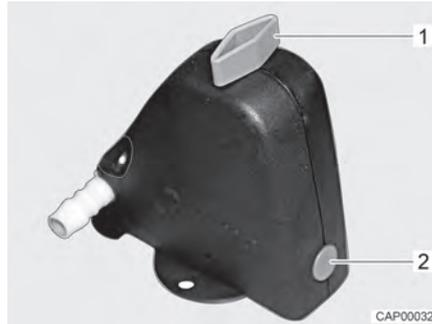
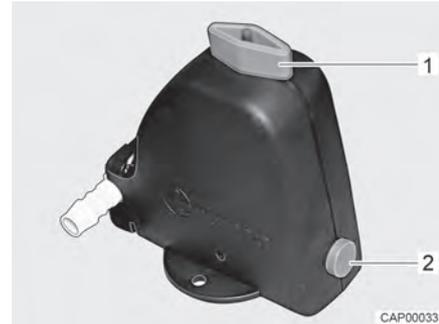

Bild 141 Sicherheits-/Ablassventil geschlossen
Bild 142 Sicherheits-/Ablassventil geöffnet
- Sicherheits-/Ablassventil (Bild 141) öffnen. Dazu Drehknopf (Bild 141,1) längs zum Sicherheits-/Ablassventil drehen. Der Druckknopf (Bild 141,2) springt heraus. Das geöffnete Sicherheits-/Ablassventil ist in Bild 142 dargestellt.